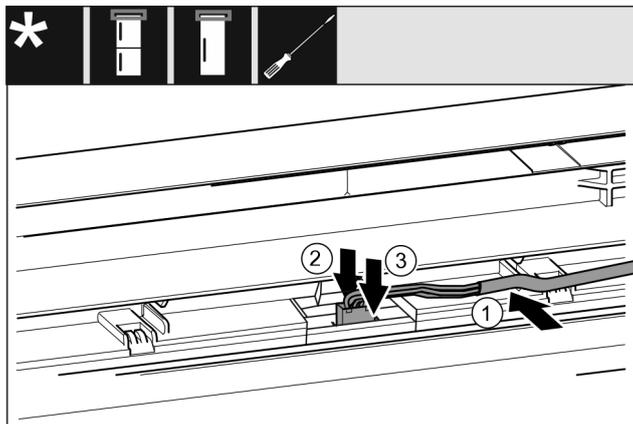

Fig. 44
- ▶ Legg den grå kabelen inn i føringen på den øvre døren. *Fig. 44 (1)*
- ▶ Trykk låsetappen bakover. *Fig. 44 (2)*
- ▶ La pluggen klikke på plass. *Fig. 44 (3)*